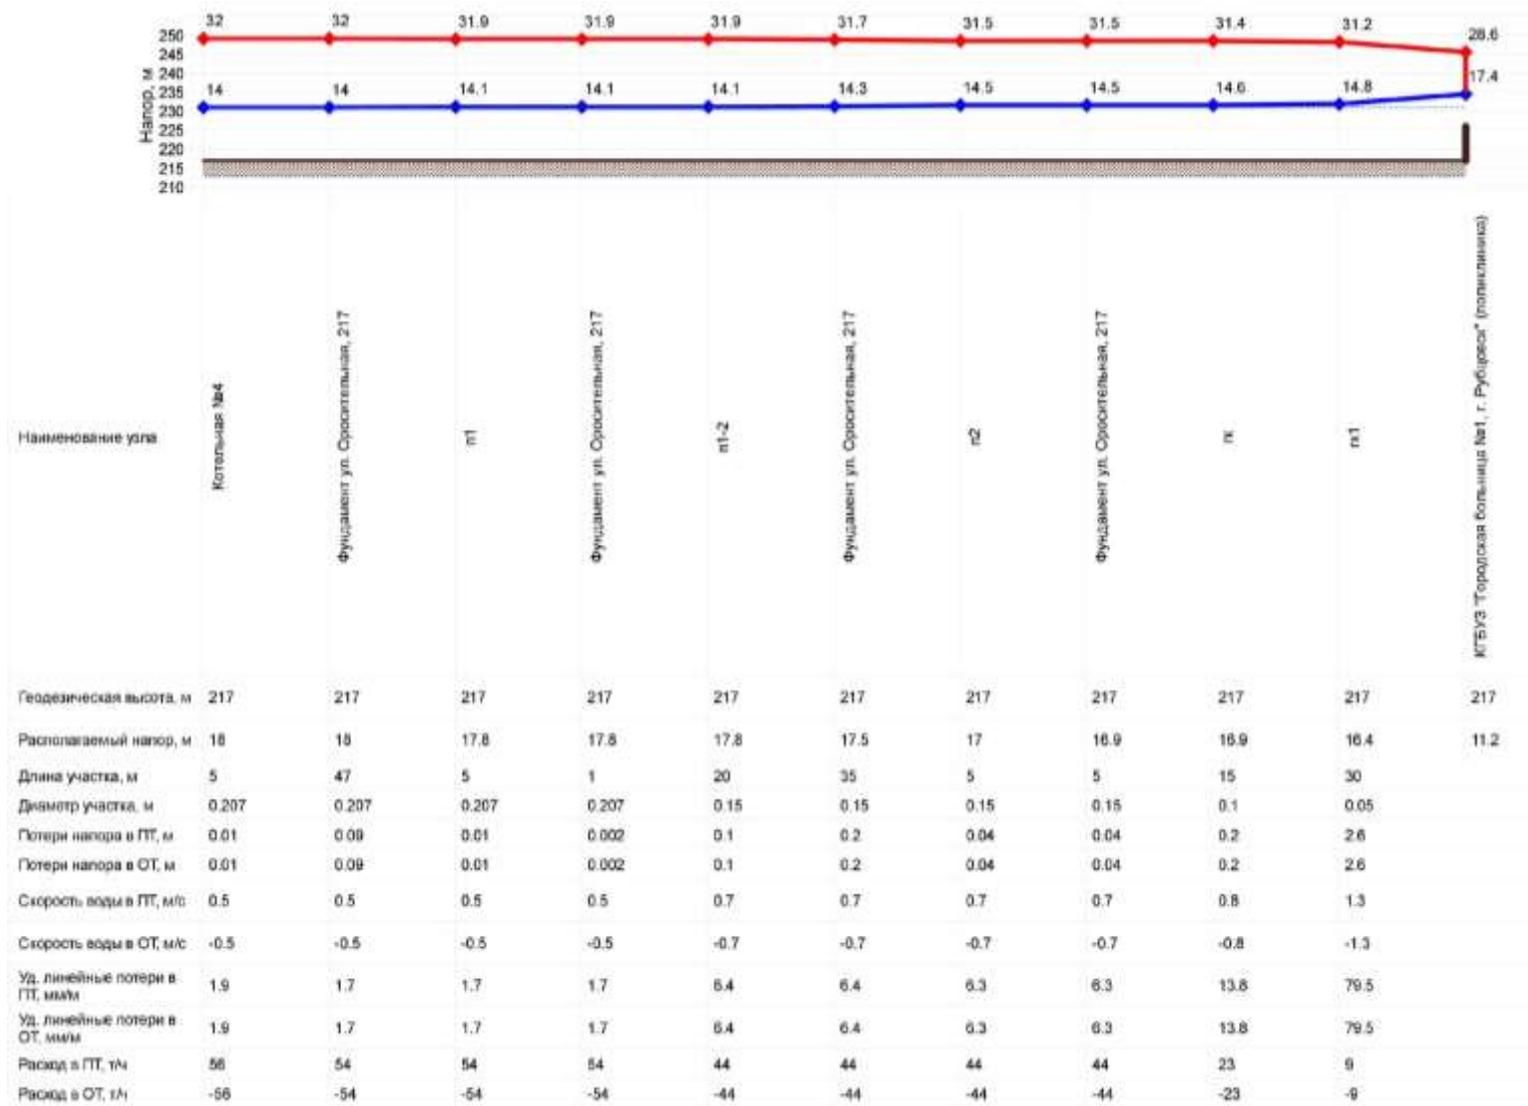

Рисунок 22 - Пьезометрический график от котельной № 4 до здания по ул. Оросительная, 217
- расчетный путь от котельной № 4 до здания по ул. Оросительная, 217 (рисунок 21), основные характеристики теплопровода и режимные параметры теплоносителя (таблица 11), результаты гидравлического расчета, пьезометрический график (рисунок 22).